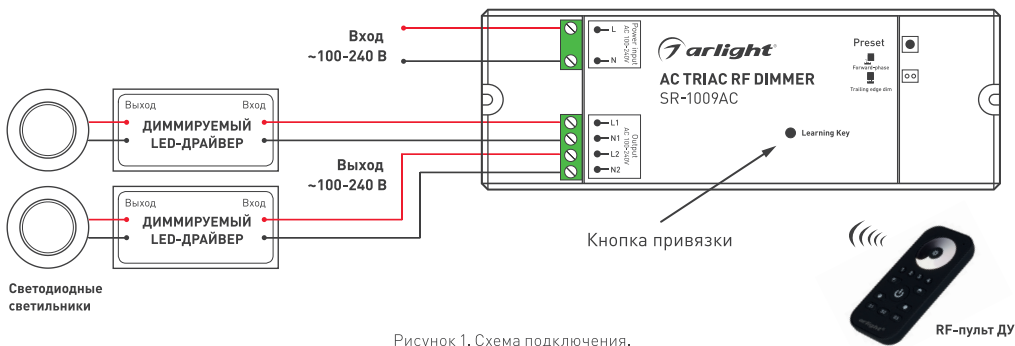

Рисунок 1. Схема подключения.
- 3.3. Подключите нагрузку к выходу OUTPUT, соблюдая расположение проводов: L — фаза, N — ноль (Рис. 1).